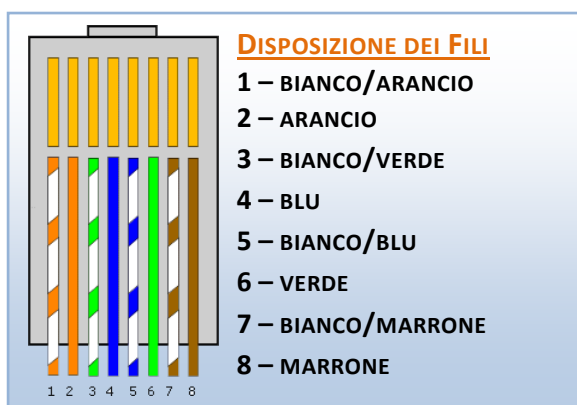
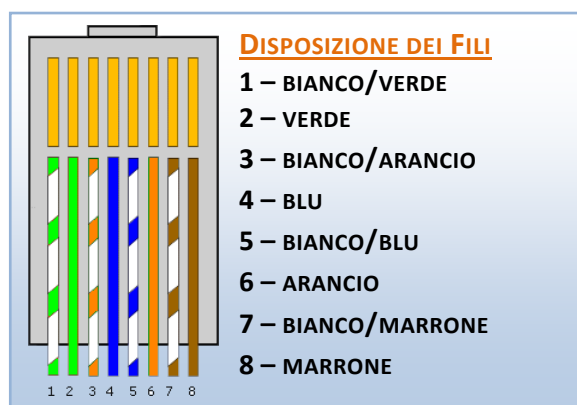

Figura 1
Figura 2
2. Dopo aver allineato in modo più o meno regolare gli otto fili di un'estremità di cavo, inserirli in una spina RJ-45, nell'ordine mostrato in figura 1, facendo in modo che ogni cavo segua la propria pista all'interno della spina e raggiunga il fondo. Ripetere la stessa operazione per l'altra estremità del cavo, rispettando, questa volta, l'ordine mostrato in figura 2.